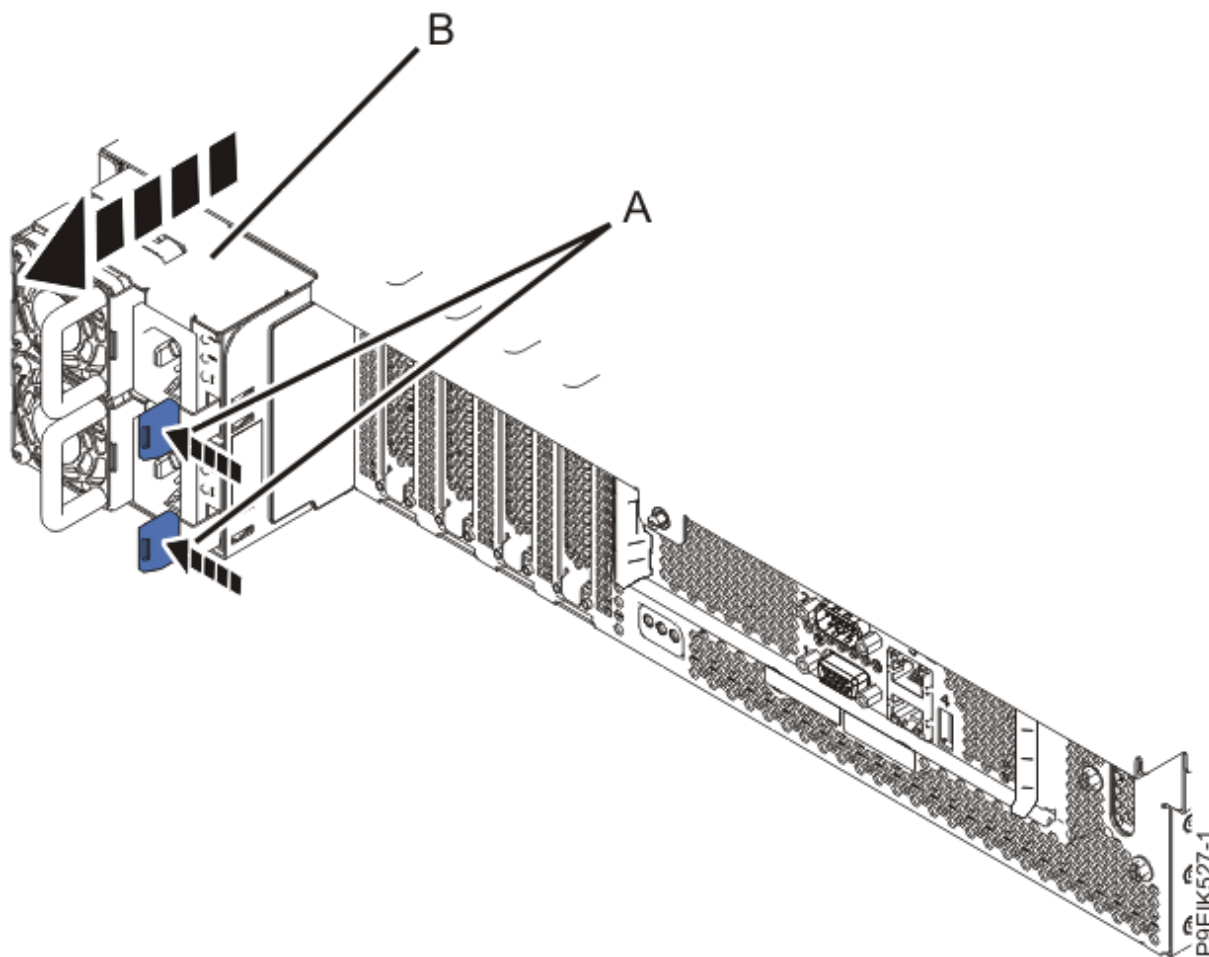

Figura 37. Removendo as fontes de alimentação do sistema
9. Remova as fontes de alimentação do sistema, como mostrado na Figura 37 na página 77.